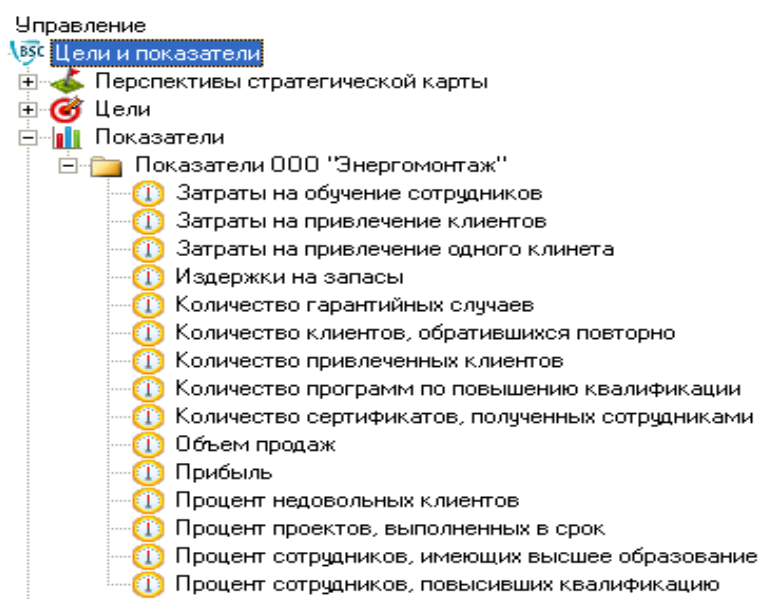

Рисунок 12 – Структура элемента *Показатели* навигатора модели ООО «Энергомонтаж»
2. С помощью команд контекстного меню *Добавить от текущего* и *Добавить* сформируйте список показателей (рисунок 12).